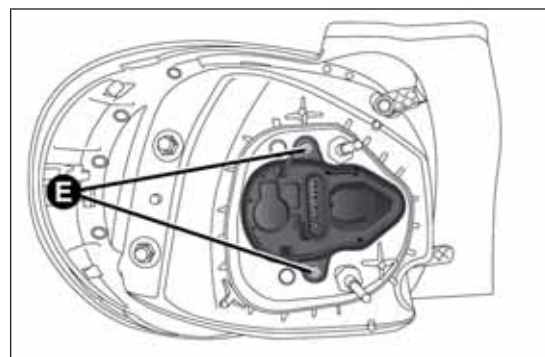

fig. 185
- ❑ scollegare il connettore elettrico, svitare le viti di fissaggio E fig. 185 e rimuovere il gruppo portalampade;